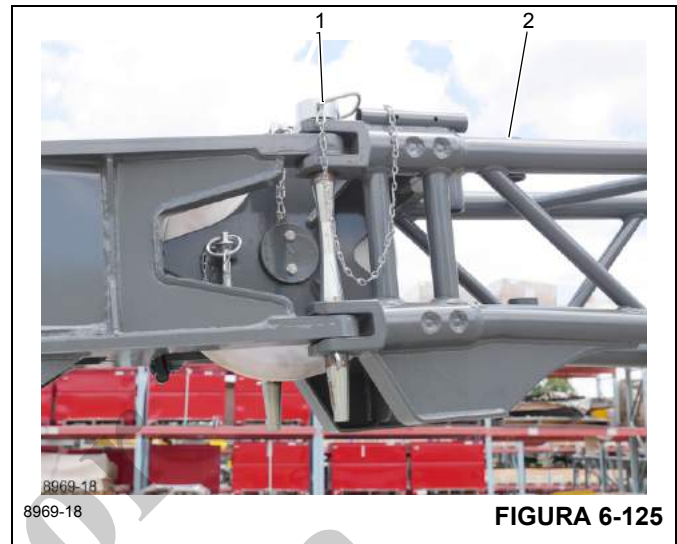

FIGURA 6-125
2. Retire las pinzas de retención del pasador (1) y retire el pasador de las orejetas de conexión (Figura 6-125).